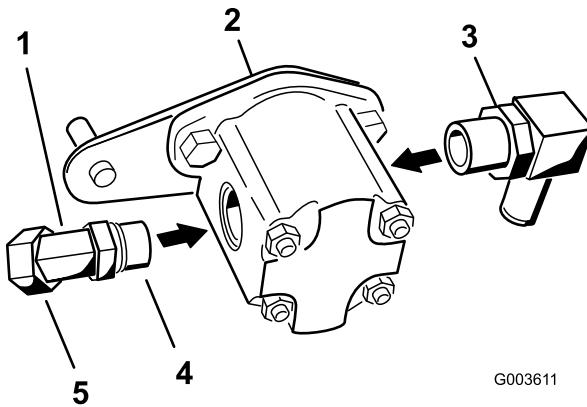

Figura 18
2. Instale o cotovelo de 45 graus no lado da bomba hidráulica (Figura 18).